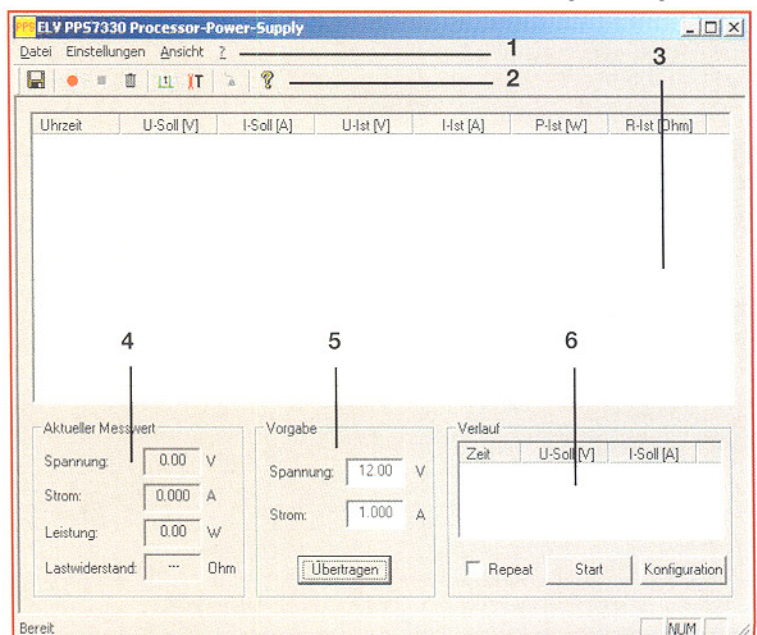

Bild 12:
Abbildung 12 zeigt den Aufbau des Fensters nach dem Starten der Software. Oben befindet sich die obligatorische Menüleiste (1). Direkt darunter findet man den Windows-typischen Toolbar (2), in dem die meistgebräuchlichsten Funktionen als Icon dargestellt sind. Den größten Teil des Fensters nimmt der Datenlogger-Bereich (3) ein, in dem der aktuelle Status aufgezeichnet wird. Links darunter befindet sich der „Aktueller Messwert“-Bereich (4), in dem die derzeit aktuellen Messwerte (Istwerte) erscheinen. Der Fensterausschnitt in der Mitte (5) dient zur Eingabe der Vorgabe-Werte (Sollwerte). Der Ausschnitt unten rechts (6) ist für die Programmierung bzw. Steuerung eines frei programmierbaren Spannungs- oder Stromverlaufs zuständig. Im Folgenden werden die einzelnen Funktionen detailliert erläutert.